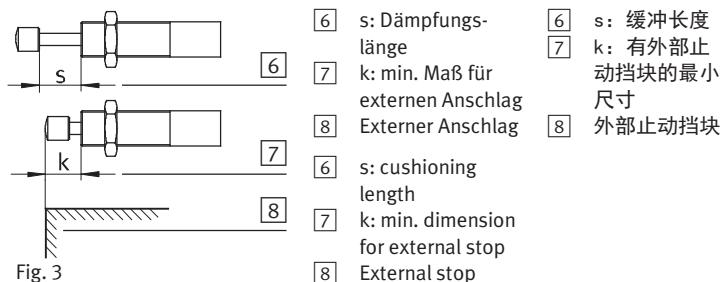

Fig. 3
- Ein externer Anschlag [8] (→ Fig. 3) verhindert die Überlastung des YSRW durch überhöhte Massenkräfte und bietet zusätzlich einen präzisen Endanschlag (→ Fig. 3).
- Reduzieren Sie die Aufprallgeschwindigkeit; messen Sie die Dämpfungslänge (s) [6] (→ Fig. 3) zur Kontrolle (→ Technische Daten Fig. 8).
- Schauen Sie nach Ölverlust am YSRW etwa alle 2 Mio. Lastwechsel. Dabei empfiehlt sich eine Kontrollmessung der Dämpfungslänge (s) (→ Fig. 3) des YSRW.